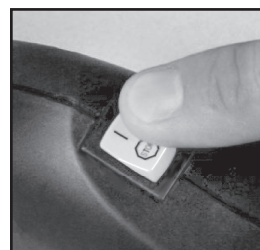

Bild 7.
2. Ställ strömbrytaren (7) i läge "1". Se bild. 7
Släpp gasreglaget och låt motorn gå ner på tomgång, ställ strömbrytaren (7) i läge "STOP". Se bild 7.